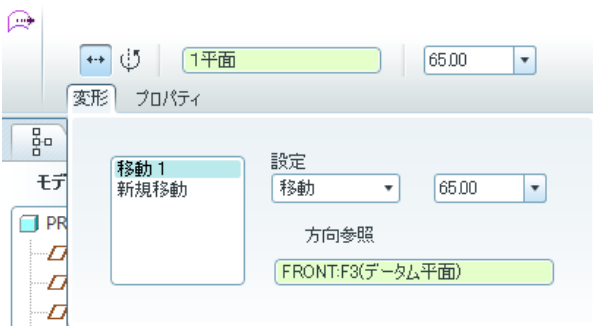
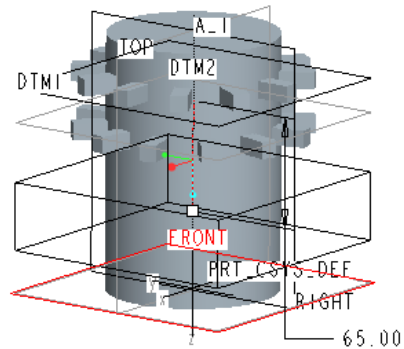

図 13-32 変形を指定
図 13-33 貼り付けの実行過程
- ダッシュボードに表示されている「変形」をクリックする。(図 13-32)
ばれるようにする。次いで移動距離として 65mm を指定する。(図 13-32, 図 13-33)